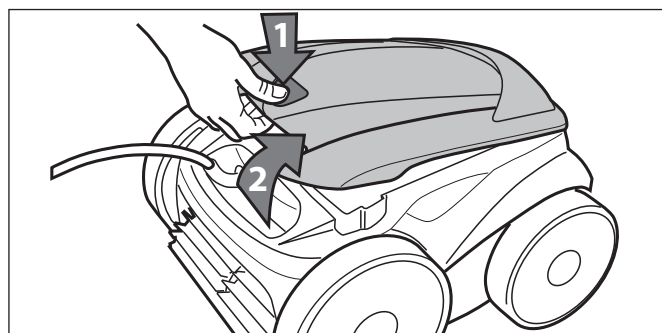

Figure 20. Soulever le couvercle du robot
4. Pour enlever le filtre du robot, suivre les étapes 1 à 6 (Figures 20 à 23).
5. Appuyer sur le verrou du couvercle (1) et soulever le couvercle (2) jusqu'à ce qu'il soit fixé en position verticale. Se référer à la Figure 20.